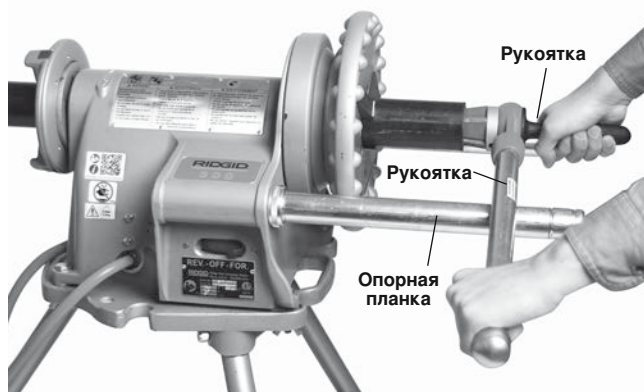

Рис. 16 — Зенкование трубы с помощью ручной зенковки, (держите рукоятку зенковки в контакте с опорным стержнем)
- Вставьте зенковку в конец трубы, как показано на *рис. 16*. Опирайте рукоятку зенковки на опорный стержень со стороны переключателя, удерживая рукоять зенковки правой рукой.